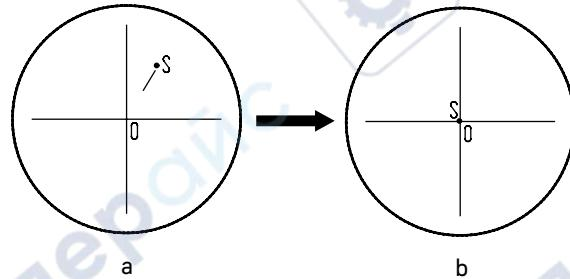

Рис. 18. Настройка канала визуализации
- Установите рукоятку переключения светового потока **3** в положение для наблюдения через окуляры и камеру. Наблюдая объект через окуляры, найдите отличительную точку в поле зрения (легко идентифицируемую цель, такую как точка **S** на рис. 18а), переместите объект на предметном столике так, чтобы данная точка находилась в центре поля зрения как показано на рис. 18б. Для этой процедуры вместо обычного препарата удобно использовать специальный калибровочный слайд с перекрестьем, а вместо обычного окуляра – окуляр с перекрестьем.